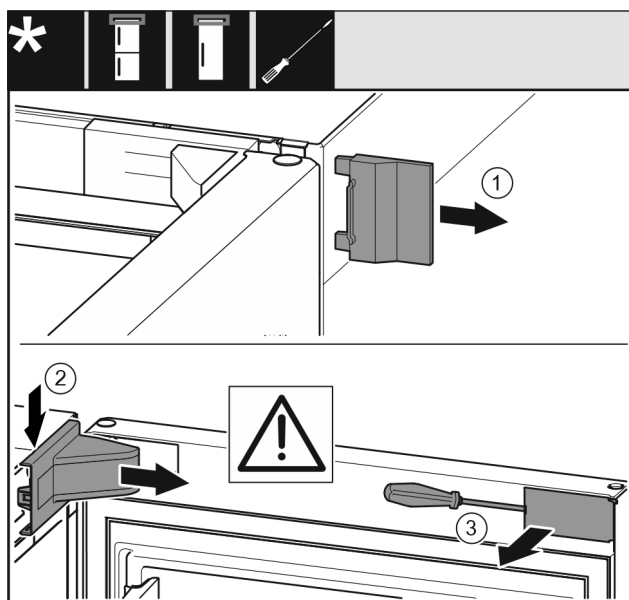

Fig. 9
- ▶ Rimuovere la copertura esterna. Fig. 9 (1)
- ▶ Disinnestare e allentare la copertura del blocco di supporto. Rimuovere la copertura del blocco di supporto. Fig. 9 (2)
- ▶ Disinnestare il pannello con un cacciavite a testa a intaglio e ruotarla lateralmente. Fig. 9 (3)